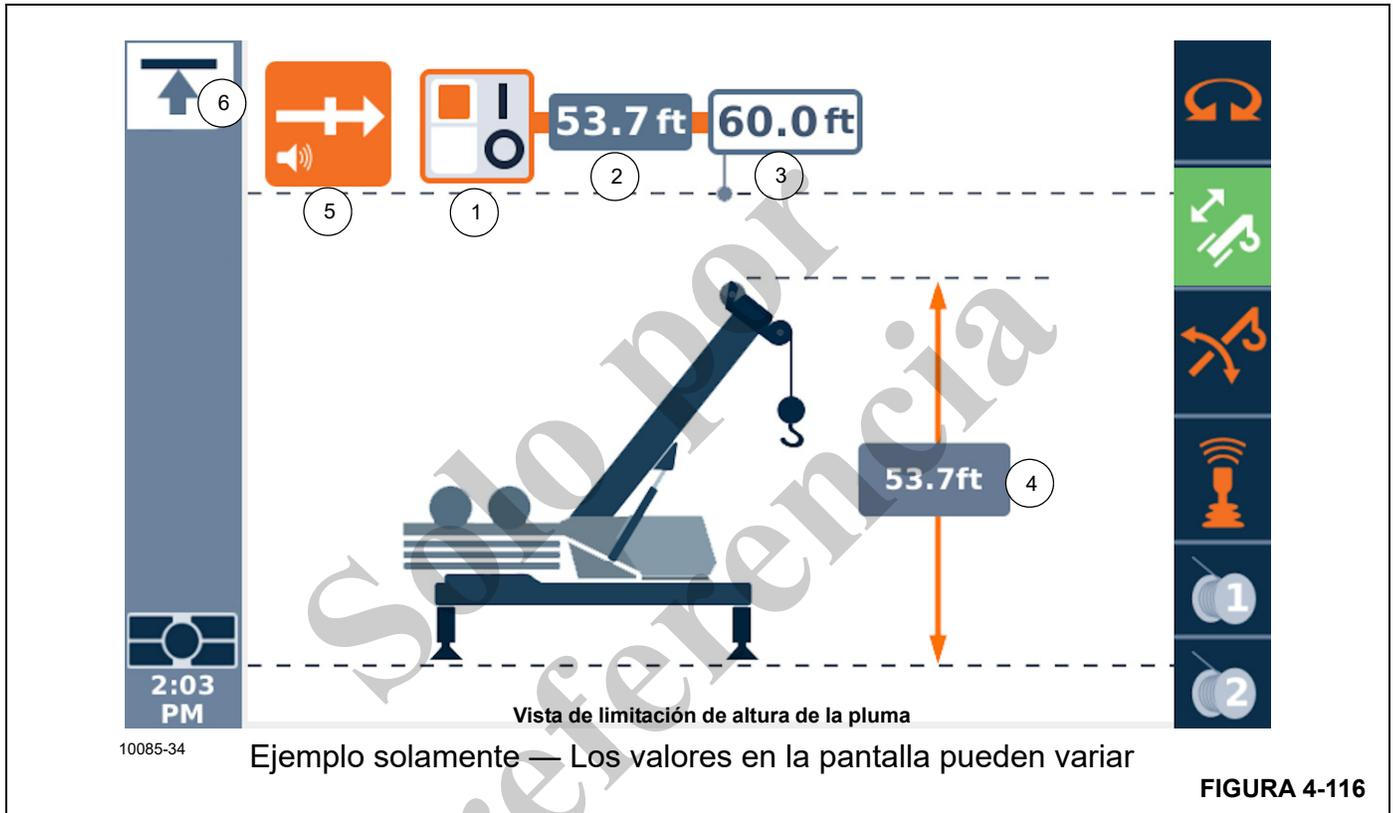

FIGURA 4-116
selector (5, Figura 4-70) cambia el icono resaltado en la pantalla. A medida que las teclas de flecha se oprimen, otros iconos serán resaltados, donde el color naranja por lo general significa que el objeto está seleccionado y que puede modificarse con acciones posteriores. En la Figura 4-116, el elemento 5 está resaltado de color naranja.
El menú de limitación de altura de la pluma, permite al operador establecer un límite para la altura máxima de la pluma. El elemento (6, Figura 4-116) muestra el icono de limitación de altura de la pluma. Tabla 4-9 enumera los símbolos de la vista de limitaciones del WRL.
3. Seleccione el menú de limitación de altura de la pluma (4, Figura 4-115). **NOTA:** El icono de limitación de altura de la pluma (6, Figura 4-116) se muestra en el lado superior izquierdo de la pantalla del ODM.
5. Habilite la limitación con el cuadrante selector (5, Figura 4-70) o las teclas de flecha (4, Figura 4-69) para moverse y seleccionar el símbolo del interruptor de habilitación/inhabilitación Encendido/Apagado (1, Figura 4-117). **NOTA:** El interruptor (1, Figura 4-116) es un interruptor de palanca. Haga clic en OK (Aceptar) (5, Figura 4-69) o en el cuadrante selector (5, Figura 4-70) para alternar el interruptor.
**NOTA:** El valor actual en la limitación (2) se rellenará automáticamente en el valor para la limitación (3).
3. Seleccione la pantalla de menú de limitación de altura de pluma (4, Figura 4-115). **NOTA:** El icono de limitación de altura de la pluma (6, Figura 4-116) se muestra en el lado superior izquierdo de la pantalla del ODM.
4. Habilite la limitación usando el cuadrante selector (5, Figura 4-70) o las teclas de flecha (4, Figura 4-69) y muévase al interruptor de habilitación/inhabilitación (1, Figura 4-119). **NOTA:** El interruptor (1, Figura 4-116) es el interruptor de habilitación/inhabilitación y es de tipo palanca. Haga clic en OK (Aceptar) (5, Figura 4-69) o en el cuadrante selector (5, Figura 4-70) para alternar el interruptor. Haga clic en OK (Aceptar).
5. Use la tecla de función de flecha derecha para resaltar el valor de limitación (3, Figura 4-116). Use el botón OK (Aceptar) (5, Figura 4-69) para comenzar a introducir el valor. Use la flecha arriba, la flecha abajo o el cuadrante selector (5, Figura 4-70) para cambiar el valor (en décimos) al valor de la altura de punta que desea.